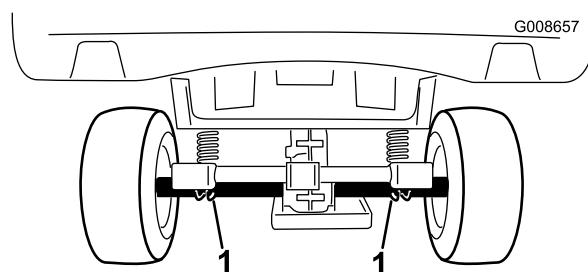

Figura 22
- El punto de elevación de la parte trasera de la máquina está debajo de los tubos del eje (Figura 22).